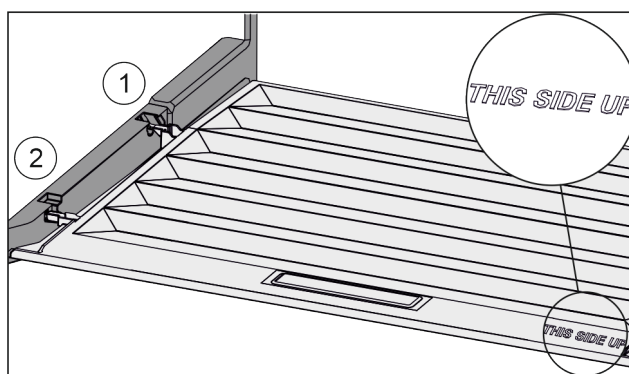

Fig. 135
- ▶ Skyv inn dekseltrinn via åpningen til bakre holder Fig. 135 (1) og klikk dem på plass i fremre holder Fig. 135 (2).